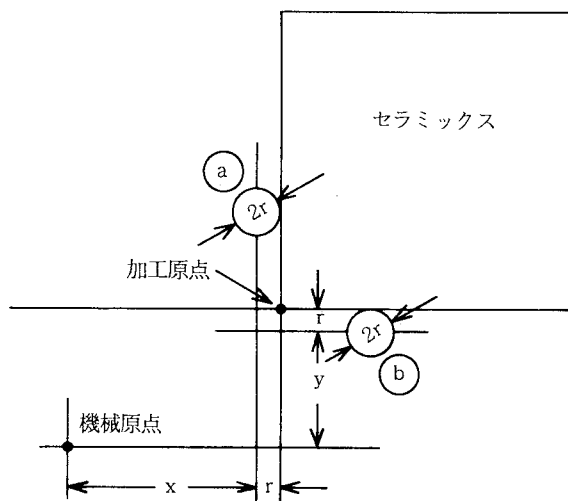

図4-2 加工原点の求め方
- ② CRT/MDIパネルの電源スイッチをONにする。
- ③ 手動原点復帰スイッチ (ZRN) をONにする。
- ④ 機能メニューキーを押し、ソフトキーを機能選択キー状態にし、POSITION キーを2回押す。
- ⑤ モード選択スイッチ (MODE) を手動送り (J) にする。
- ⑥ 軸切換スイッチをXおよびYにして、手動送りダイヤル (JFEED) で送り速度を調節し、軸方向選択ボタンを押して、主軸がセラミックスの上にくるように操作する。
- ⑦ 軸切換スイッチをZにし、上と同じ操作で、セラミックス上にダイヤモンド砥石の先端が軽く接触するように、主軸を下降させる。
- ⑧ 主軸を2mm上昇させ、工具先端をセラミックス面上より離してから、XまたはY軸を操作して、工具をセラミックス面の外に出し、また主軸を4mm下降させる。
- ⑨ テーブルをX,Yの方向に移動させて図4-2の①と②の位置におおのの設定し、そのときの位置表示値をCRT上のX,Y値で読取る。読取り値を各々x,yとする。
- ⑩ ダイヤモンド砥石の外径をマイクロメータで測定し、その1/2の値をrとする。
- ⑪ ダイヤモンド砥石をセラミックスからわずかに離して、さらに主軸を5mm上昇させる。
- ⑫ テーブルを⑨で測定した $-(x+r)$, $-(y+r)$ の位置に移動させる。
- ・ 課題1の手動運転の項(1)～④、⑤、⑥、⑦を参照。